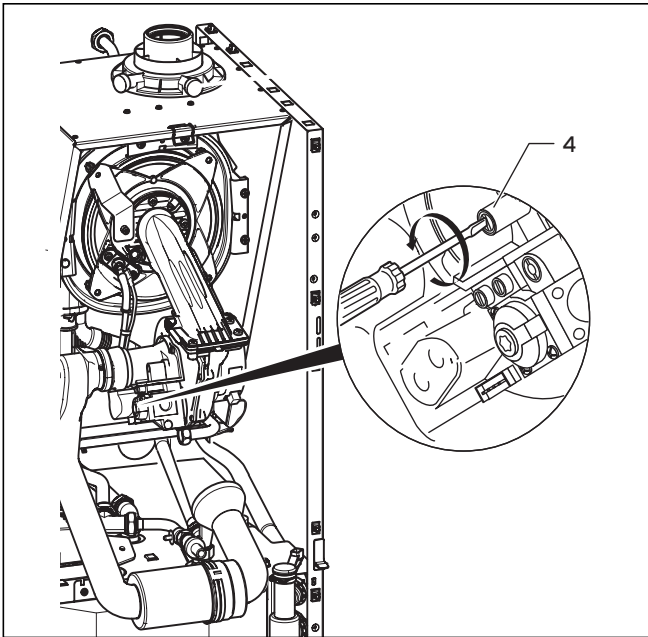

Abb. 7.6 Luftzahl einstellen
- Drehen Sie die Luftzahl-einstellschraube (4, Abb. 7.6) behutsam rechts herum (im Uhrzeigersinn), um den CO₂-Gehalt zu verringern.